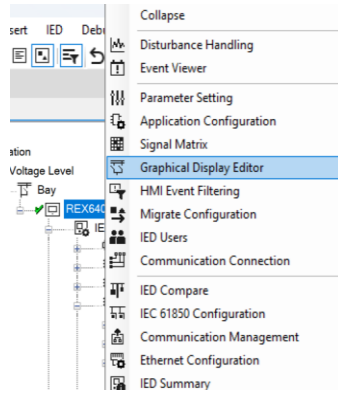

Imagen 135_Selección del Editor de visualización gráfica.
3.1 Dando clic derecho en donde nos arrojará la siguiente ventana, donde seleccionaremos” *Graphical Display Editor*” como se muestra en la **Imagen 135**.